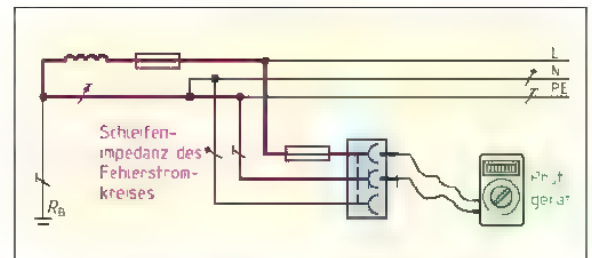
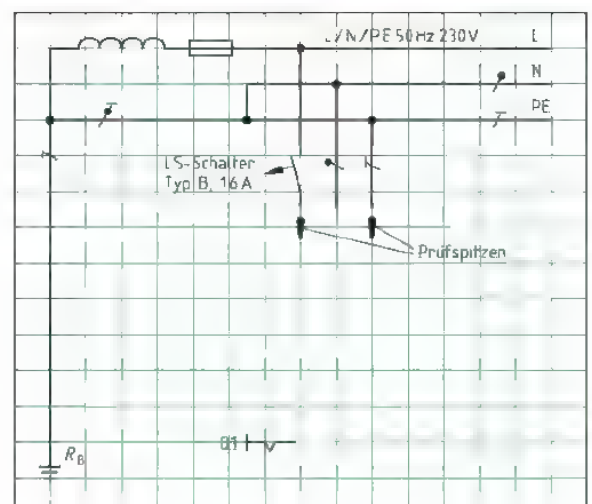

Bild 1: Direktes Messen der Schleifenimpedanz
Bild 2: Indirektes Bestimmen der Schleifenimpedanz (Prinzip)
6. Nach welchen beiden Methoden kann die Schleifenimpedanz Z_S (Bild 1 und Bild 2) bestimmt werden?
7. Bei der indirekten Bestimmung der Schleifenimpedanz (Bild 2) sind für den mit einem Leitungsschutzschalter Typ B, 16 A abgesicherten Stromkreis folgende Messwerte ermittelt worden:
- a) die Schleifenimpedanz $Z_{S_{gem}}$ für den Stromkreis (Bild 2) aus den Messwerten und
- b) den zulässigen Wert der Schleifenimpedanz $Z_{S_{zu}}$ bei direkter Messung (Bild 1).
- Ergänzen Sie die Messschaltung (Bild 2) zur indirekten Bestimmung der Schleifenimpedanz Z_S .